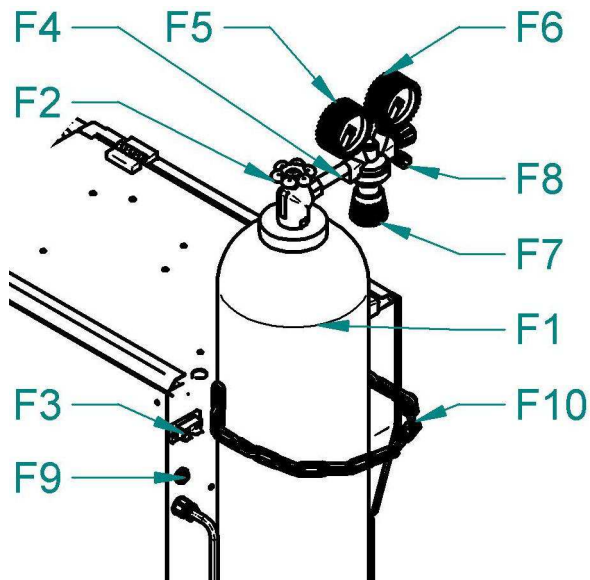

Abb. 10 - Einstellen des Gasflusses
- a) Stecken Sie den Gasschlauch auf den Anschluss an der Maschine (Abb. 10, Pos. F9).
- c) Drehen Sie an der Stellschraube (Abb.10. Pos.F7) an der unteren Seite des Reduktionsventiles solange bis der Strömungsmesser (Abb. 10, Pos. F6) die gewünschte Durchströmung anzeigt. Jetzt können Sie den Knopf wieder loslassen. Der optimale Durchströmungswert ist 10-15l/Min.